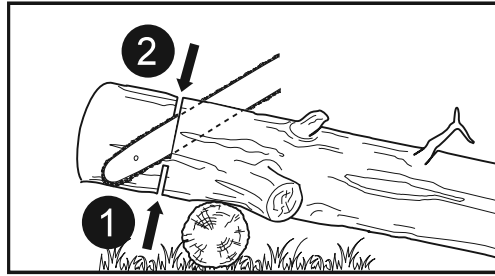

Fig. 30
2. Quando o tronco é suportado numa extremidade (Fig. 30), corte 1/3 do diâmetro a partir do lado inferior (corte transversal sobre a parte inferior). Em seguida, proceda ao corte final com um corte transversal até ao primeiro corte.